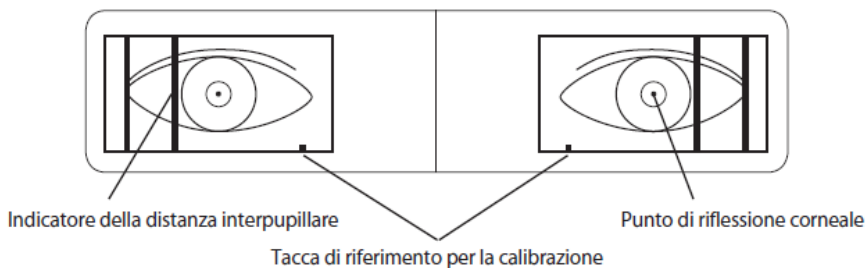
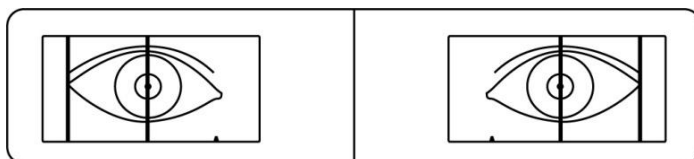

Fig. 7a (Immagine vista dal professionista attraverso la finestra di osservazione per lamisurazione)
Fig.7b (gli indicatori sinistro e destro coincidono con i punti luminosi riflettenti)
- d. Il professionista esaminatore osserva il punto luminoso che si riflette sulla pupilla del paziente attraverso la finestra di osservazione per la misurazione. Far scorrere i tasti di misurazione per la pupilla sinistra e per la pupilla destra. Gli indicatori della distanza pupillare sinistra e destra dovranno coincidere con i punti luminosi che si riflettono sulle pupille sinistra e destra, rispettivamente (come mostrato in Fig.7a e Fig.7b). I dati visualizzati sul display rappresentano la distanza pupillare misurata.